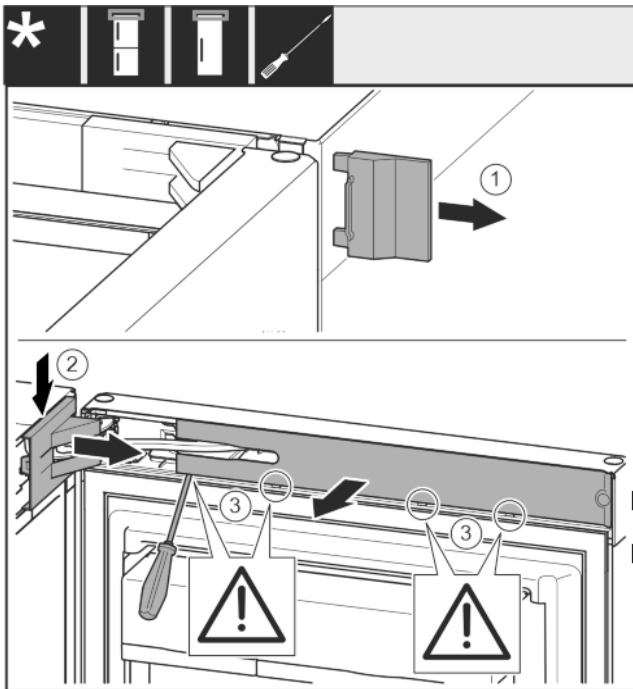

Fig. 6
- ▶ Äußere Abdeckung abnehmen. Fig. 6 (1)
- ▶ Lagerbockabdeckung austrasten und lösen. Lagerbockabdeckung abnehmen. Fig. 6 (2)
- ▶ Blende mit Schlitzschraubendreher austrasten und zur Seite schwenken. Fig. 6 (3)